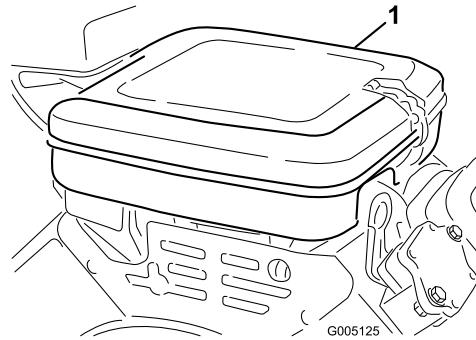

Figure 46
1. Ouvrez les clips de verrouillage et enlevez le couvercle du filtre à air (Figure 46). Nettoyez soigneusement le couvercle.